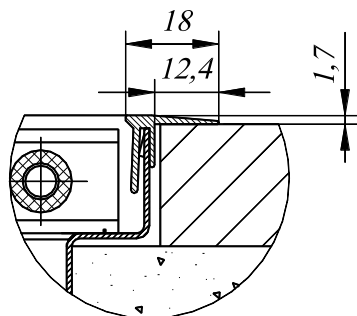

Рис.3.
- 5.5 Залить пустое пространство вокруг конвектора бетонным раствором при необходимости. После укладки напольного покрытия щель между покрытием и конвектором рекомендуется заполнить силиконовым герметиком. При исполнении F профиля щель закрыть F-образными планками, установив их сверху по периметру корпуса (см. Рис.3).